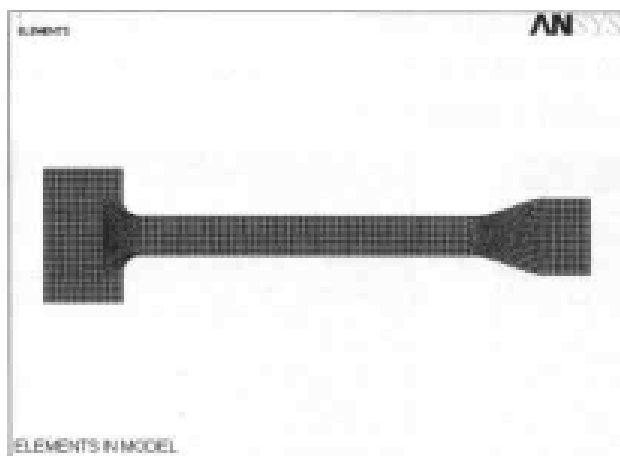
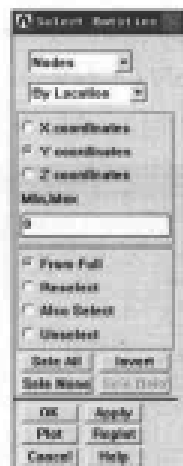

图 13-38 网格划分结果显示
图 13-39 选择节点对话框
(31) 选择 Main Menu | Preprocessor | Modeling | Operate | Booleans | Divide | Areas by WrkPlane 命令, 出现 Divide Areas by W 菜单, 在文本框中输入 6, 单击 OK 按钮关闭该菜单。
(32) 选择 Utility Menu | WorkPlane | Offset WP to | Keypoints 命令, 出现 Offset WP to keypoints 菜单, 在文本框中输入 12, 单击 OK 按钮关闭该菜单。
(33) 选择 Main Menu | Preprocessor | Modeling | Operate | Booleans | Divide | Areas by WrkPlane 命令, 出现 Divide Areas by W 菜单, 在文本框中输入 7, 单击 OK 按钮关闭该菜单。
(34) 选择 Main Menu | Preprocessor | Meshing | Mesh | Areas | Free 命令, 出现 Mesh Areas 菜单, 在文本框中输入 1, 2, 3, 单击 OK 按钮关闭该菜单。
(35) 选择 Main Menu | Preprocessor | Meshing | Mesh | Areas | Free 命令, 出现 Mesh Areas 菜单, 在文本框中输入 5, 8, 单击 OK 按钮关闭该菜单。
(36) 选择 Main Menu | Preprocessor | Meshing | Mesh | Areas | Mapped | By Corners 命令, 出现 Map Mesh Area by 菜单, 在文本框中输入 4, 单击 Apply 按钮, 在文本框中输入 15, 16, 18, 17, 单击 OK 按钮关闭该菜单。
(37) 选择 Main Menu | Preprocessor | Meshing | Mesh | Areas | Mapped | By Corners 命令, 出现 Map Mesh Area by 菜单, 在文本框中输入 6, 单击 Apply 按钮, 在文本框中输入 19, 20, 9, 12, 单击 OK 按钮关闭该菜单。
(38) 选择 Utility Menu | Select | Everything 命令。
(39) 选择 Utility Menu | WorkPlane | Display Working Plane 命令, 关闭显示工作平面。
(40) 选择 Utility Menu | File | Change Title 命令, 出现 Change Title 对话框, 在文本框中输入 ELEMENTS IN MODEL, 单击 OK 按钮关闭该对话框。
(41) 选择 Utility Menu | Plot | Elements 命令, ANSYS 显示窗口显示如图 13-38 所示的网格划分结果。
(42) 选择 Utility Menu | WorkPlane | Change Active CS to | Global Cartesian 命令, 将当前激活坐标系设置为直角坐标系。
(43) 选择 Utility Menu | Select | Entities 命令, 出现 Select Entities 对话框, 参照图 13-39 对其进行设置, 单击 OK 按钮关闭该对话框。